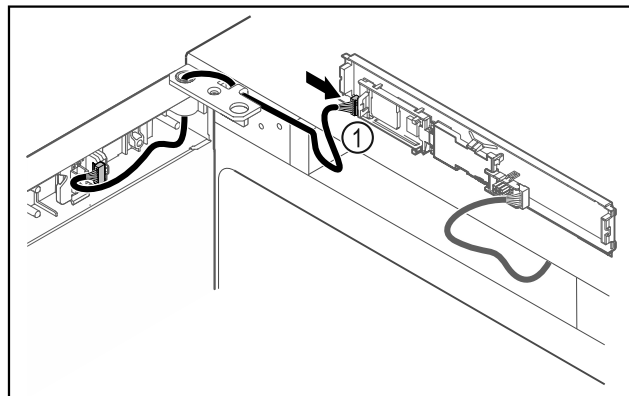

Fig. 50
- Enchufar el conector Fig. 50 (1) en la platina.